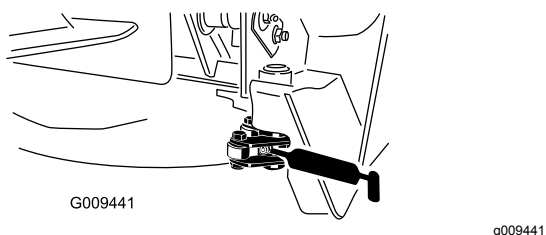

Figura 66
- 2 perni orientabili del fermo (Figura 66)